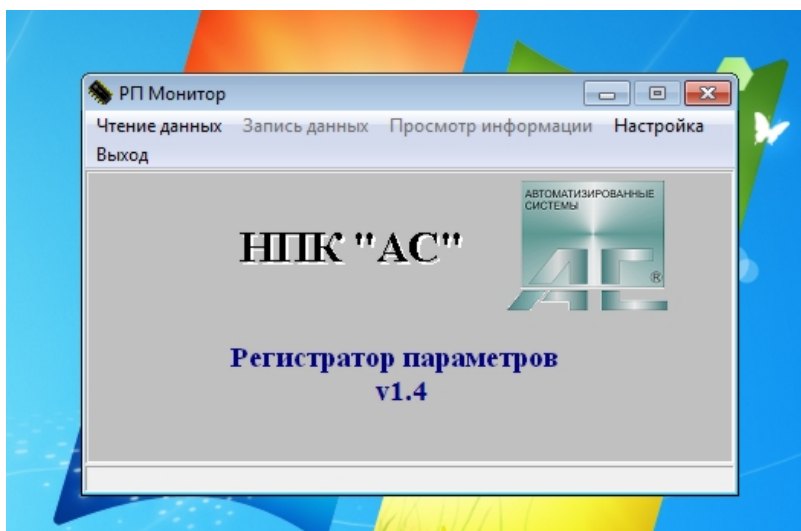

Рис.1.
6.3.4. На КПК, ноутбуке или ПК запустите программу "**РП монитор v1.4**". На экране монитора появится изображение панели управления, Рис.1.
На появившейся Главной заставке, Рис.1, выберите "Чтение данных", "Считать устройство".